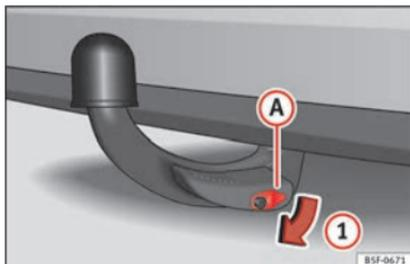

Abb. 240 Schließabdeckung abnehmen
- Nehmen Sie die Schließabdeckung (A) in Pfeilrichtung ① vom Schließ ab » Abb. 240.